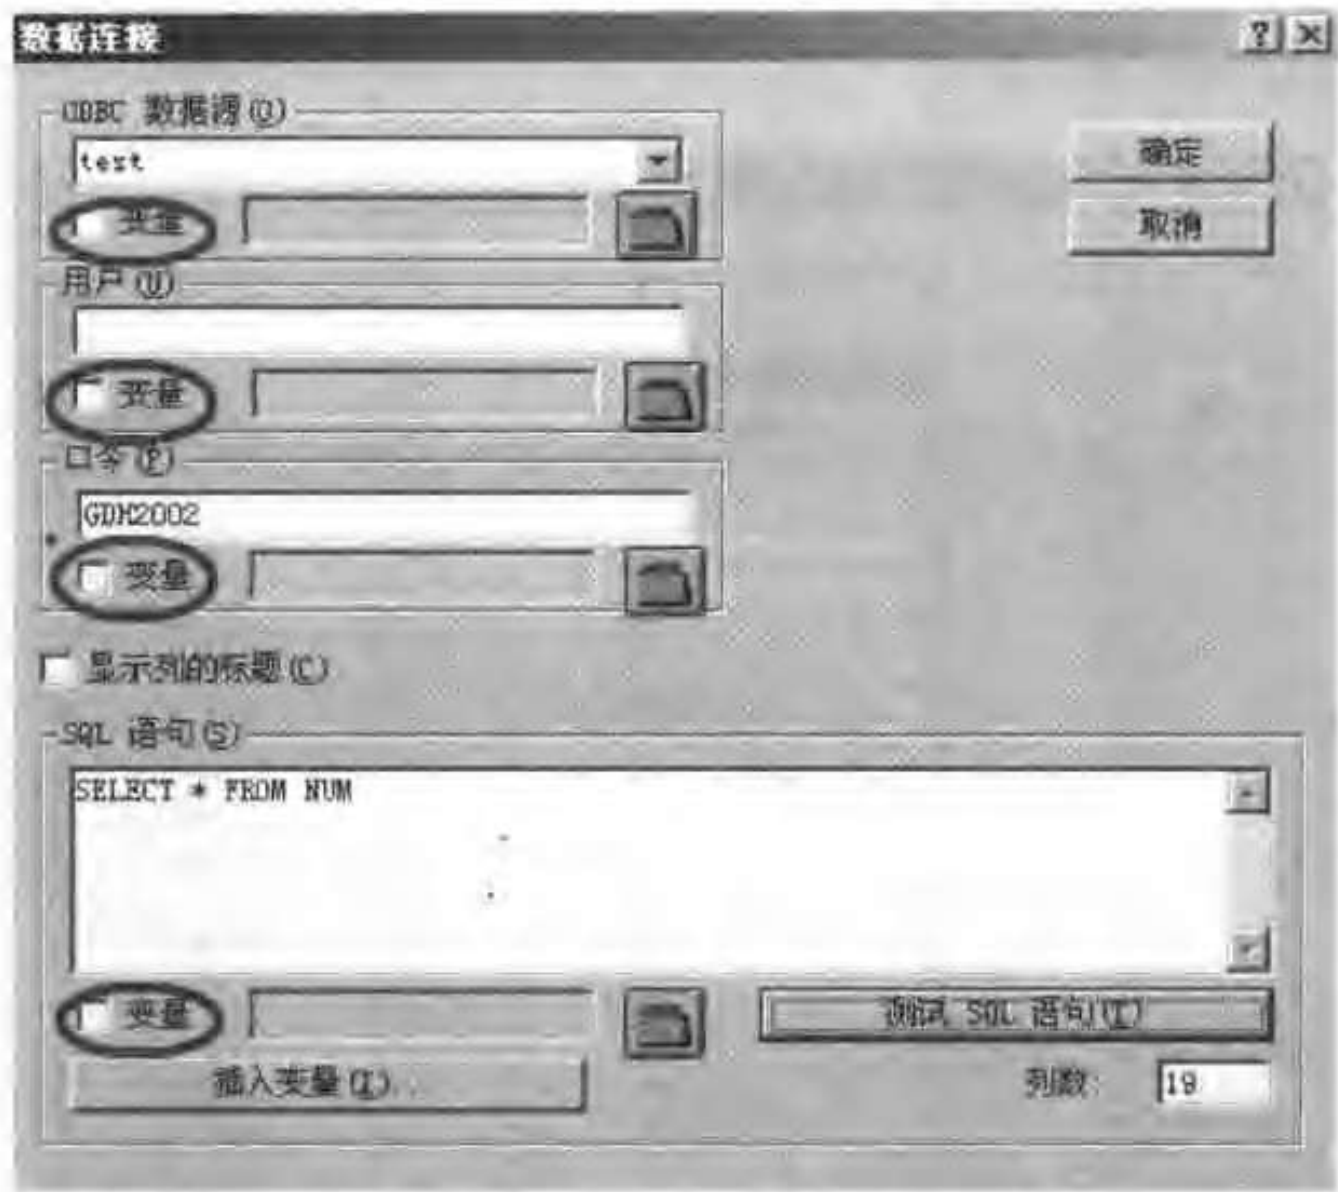

图 9-24 “数据连接”属性对话框
- 打开的“数据连接”对话框,如图 9-24 所示,选择“ODBC 数据源”名称,如果数据库访问需要用户名和口令的话,在相应的条目中输入正确的值。
- 在“数据连接”对话框中,所有需要输入的信息都可通过定义一个变量,在运行状态下动态地修改,如图 9-24 中圆圈标注。